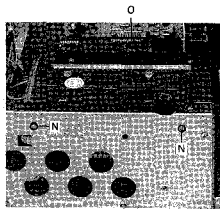

Fig. 2.9
2.11 Netzteil ausbauen (Fig. 2.9)